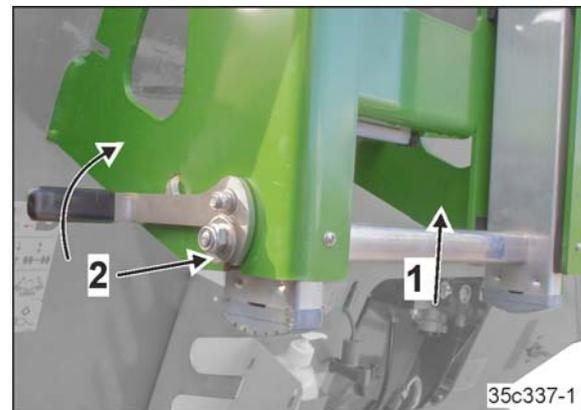

Fig. 232
- Die Leiter nach oben schieben (Fig. 232/1).
- Darauf achten, dass die federbelastete Sicherung einrastet (Fig. 232/2).